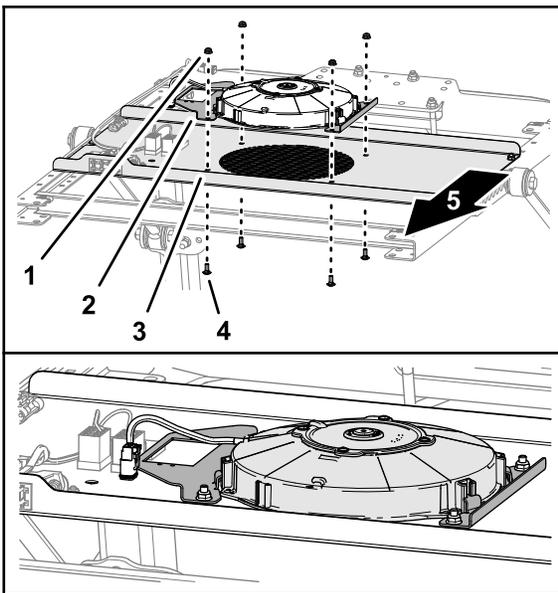

Figura 4
4. Alinee los taladros del soporte de montaje del ventilador con el taladro en el panel de interruptores, tal y como se muestra en la Figura 4.
- Instale el ventilador de refrigeración y los soportes en el panel de interruptores (Figura 4) con 4 pernos de cuello cuadrado (1/4" x 5/8") y 4 tuercas con arandela prensada (1/4").